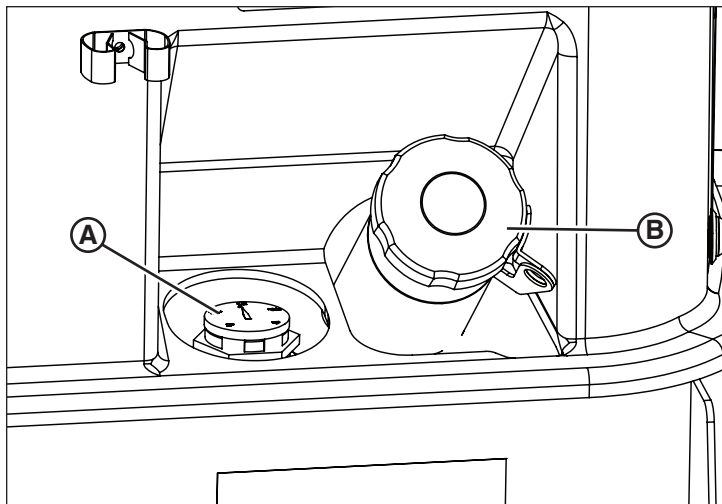

Figure 14
La tour d'éclairage est dotée d'un réservoir à carburant simple ayant une capacité de 50 gallons (189 L). Elle est aussi équipée d'une jauge à carburant de type flotteur (A, Figure 14) ce qui indique la quantité de carburant dans le réservoir. Retirer le bouchon de carburant (B) et ajouter du carburant dans le réservoir. Vous reporter à **Informations générales sur le carburant** dans la section **Entretien** pour connaître les recommandations en matière de carburant.